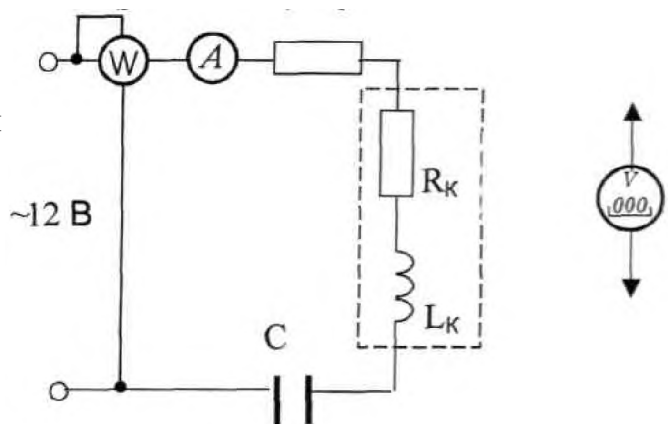

Рис. 1.4.4.
3.2. Собрать электрическую цепь (рис. 1.4.4), установив заданные преподавателем значения сопротивлений резистора и емкости конденсатора. Подключить собранную цепь к источнику питания ~12 В (модуль питания).